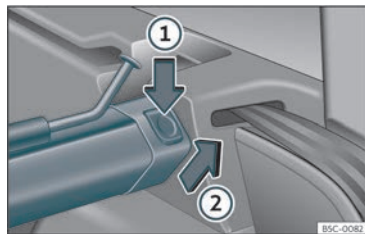

Fig. 132 Al maleter: desmuntar la xarxa de separació.
- Premeu la tecla de desbloqueig esquerra o dreta >>> fig. 132 en el sentit de la fletxa ①.
- Traieu la carcassa del suport en el sentit de la fletxa >>> fig. 132 ②.
- Premeu la carcassa en els suports esquerre i dret en el sentit contrari al de la fletxa >>> fig. 132 ② fins que encaixi.